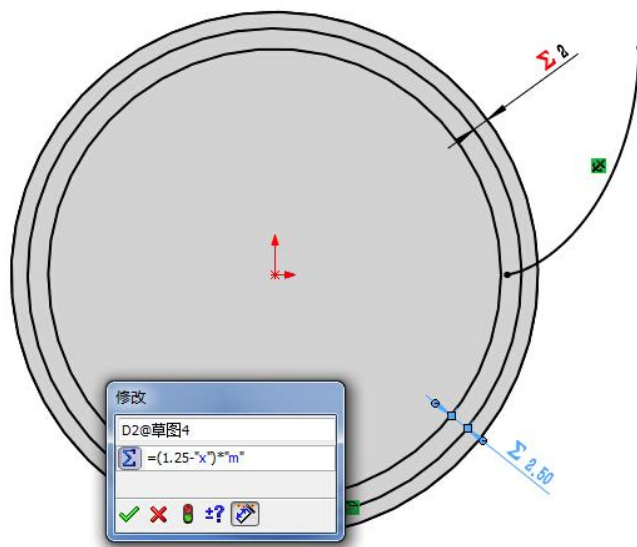

图 3-40 齿根圆草图
(3) 采用相同的方法，以草图原点为圆心绘制齿根圆，根据齿轮几何尺寸，齿根圆与分度圆半径之差为  $(1+0.25-x)*m$ （标准齿轮顶隙为 0.25）。用智能尺寸定义该圆与分度圆半径之差，在“修改”对话框中输入  $(1.25-“x”)*m$ ，即可得到齿根圆草图，如图 3-40 所示。